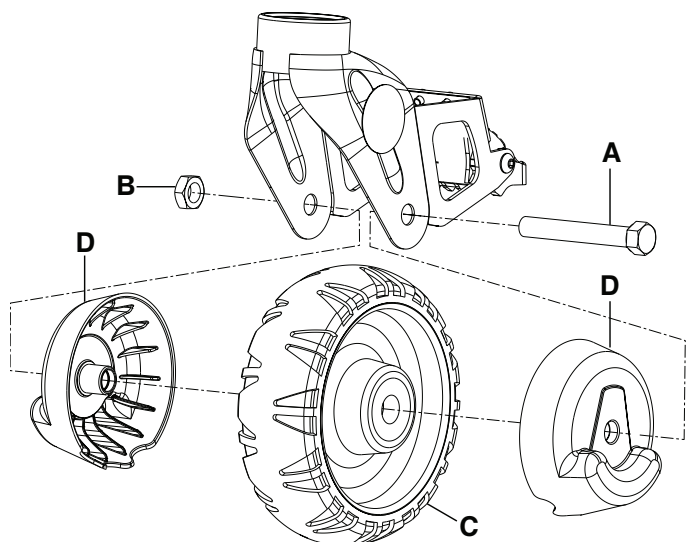
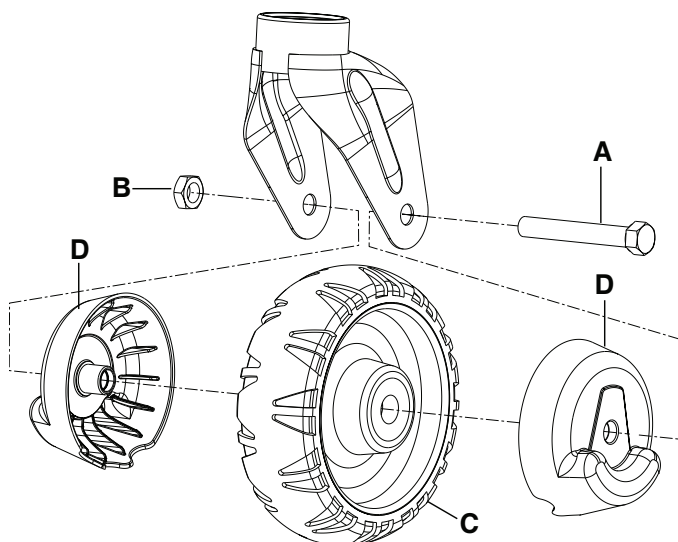

Figura 5 – Roțile tărgii cu capacele pentru roată, cu sistem de blocare a roții
Figura 6 – Roțile tărgii cu capacele pentru roată, fără sistem de blocare a roții
4. Aliniați două capace pentru roată (6390-001-206) (D) în jurul roții, astfel încât capacele pentru roată să corespundă pe ambele părți (Figura 5 sau Figura 6).
5. Folosind o cheie tubulară de 5/8" cu o cheie cu clichet de 3/8" și o cheie combinată de 11/16", instalați șurubul cu cap hexagonal (A) și piulița de prindere externă (B) (0016-060-000) pentru a fixa roata (C) cu capacele pentru roată (D) pe furca roții (Figura 5 sau Figura 6).